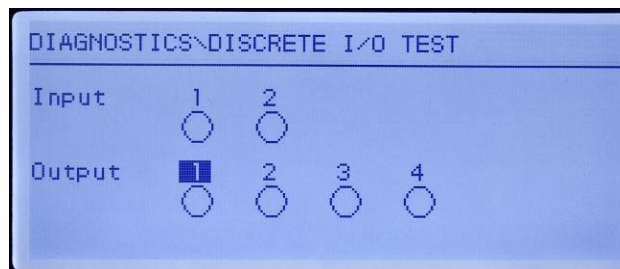

Abbildung 5-12: Bildschirm „Diskreter I/O-Test“
2. Drücken Sie auf EINGABE, um zum Diagnosebildschirm zu navigieren. Wenn der Testbildschirm angezeigt wird, erscheint der Eingangsstatus oben in der Anzeige und der Ausgangsstatus unten in der Anzeige (Abbildung 5-12). Der Fokus wird zuerst auf Ausgang Nr. 1 gezeigt.